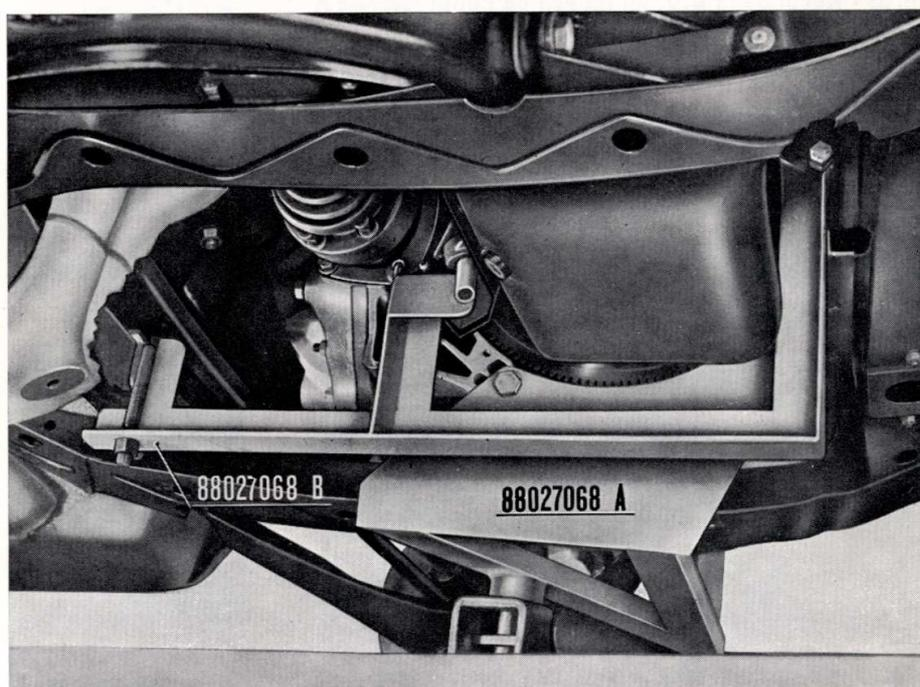

Fig. 38 - Mise en place de l'outil
- Déposer la bride de support AV de la B.V. et placer, sous le carter d'huile, l'outil 88027068B pour support et blocage du moteur (voir figure 38).